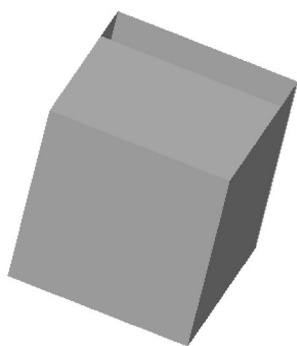

图 10-32 打开模型文件
STEP 01 单击快速访问工具栏中的“打开”按钮，打开模型文件，如图 10-32 所示。